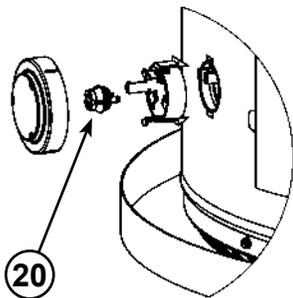

Figure 48
- 20 Détecteur de vapeurs inflammables (sous couvercle) (voir Figure 5) (voir aussi **Figure 48**)